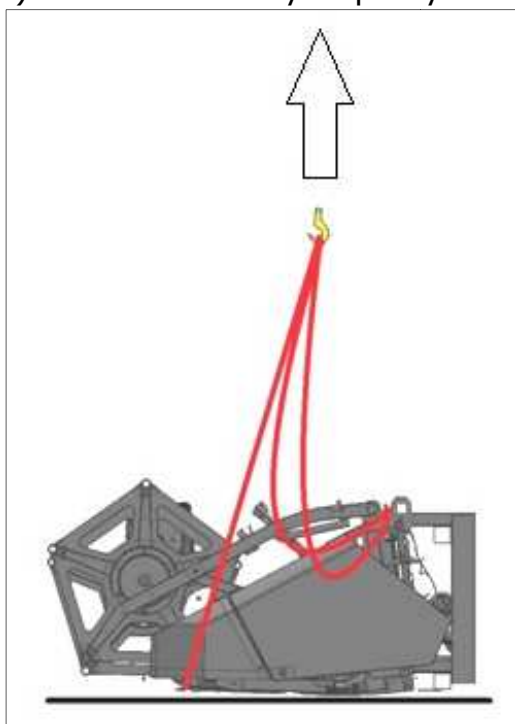
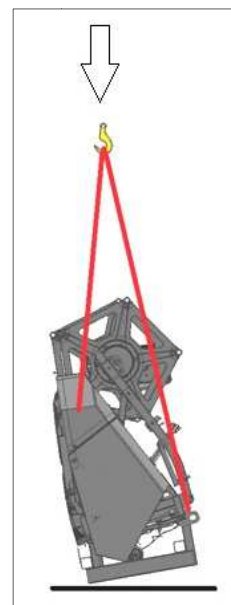
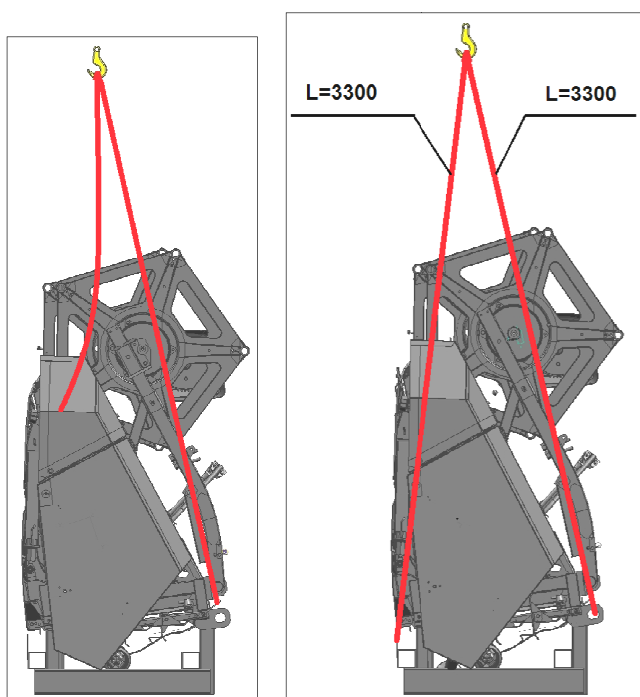

Рисунок 8.12
Рисунок 8.13
Рисунок 8.14
1) Установить четыре стропы (длина строп указана на рисунке 8.11). **ВАЖНО!** Передние стропы определены более короткими, что в процессе поднятия жатки, позволяет поднимать сначала переднюю часть жатки, затем заднюю часть, постепенно изменяя угол к горизонту. Таким образом жатка совершает поворот относительно задней нижней трубы подставки примерно на 80° (рисунок 8.12). При медленном опускании жатки вниз, это позволяет установить жатку в вертикальное положение (рисунок 8.13).
- 2) Застропить жатку, медленно поднимая её вверх, следя за тем, чтобы стропы не касались деталей жатки во избежание перетирания и обрыва (см. рисунок 8.12);
- 3) Установить жатку на ровную поверхность (см. рисунок 8.13).
- 1) Отсоединить стропы разных длин (см. рисунок 8.13), затем установить стропы одинаковых длин 3300 мм в петли рамки (см. рисунок 8.14). **ЗАПРЕЩАЕТСЯ** СТРОПИТЬ ЗА ЭЛЕМЕНТЫ ЖАТКИ!;